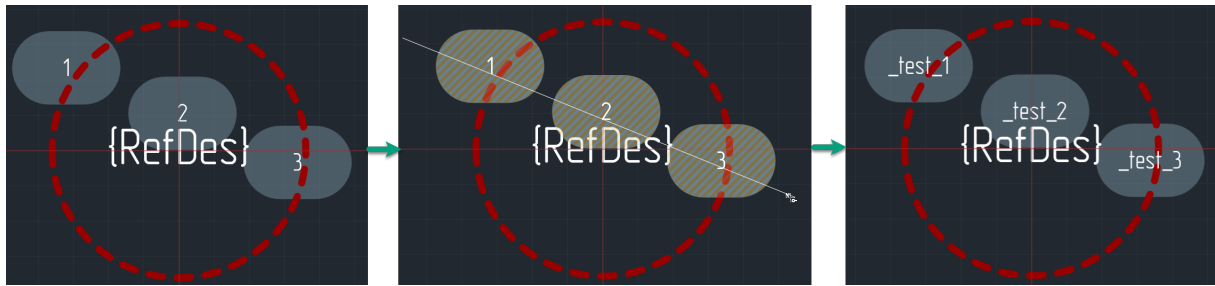

Рис. 153 Линия перенумерации
2. Курсор переводится в рабочую область и задается линия перенумерации: для этого в выбранной точке зажимается левая кнопка мыши и курсор перемещается в другую точку, между ними проводится линия, см. Рис. 153.